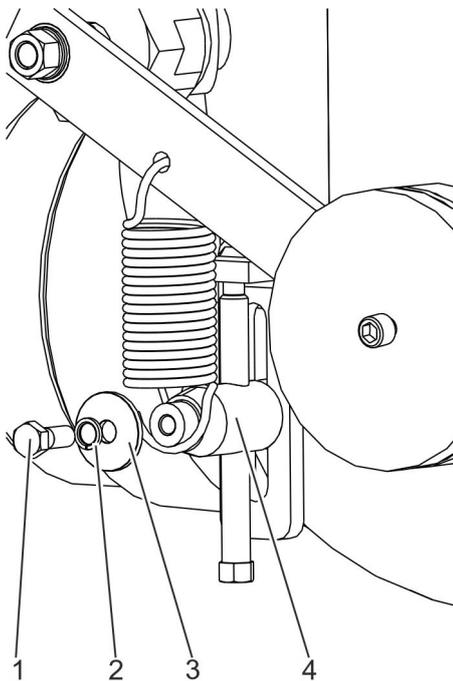

Abb. 46: Feder am Haltebolzen befestigen
Feder vorsichtig am Haltebolzen (Abb. 46/4) einhaken.
- 24.** ▶ Feder mit Scheibe (Abb. 46/3), Sicherungsring (Abb. 46/2) und Schraube (Abb. 46/1) am Haltebolzen (Abb. 46/4) befestigen.